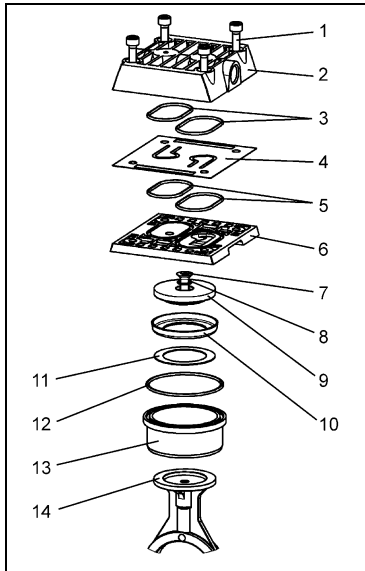

Abb. 5: NPK 25 AC / NPK 25 DC:
\*\* Nach Abb. 5
5. „Kolbeneinheit“ (bestehend aus Druckscheibe (9), Dichtlippe (10) und Senkschraube (7) mit O-Ring (8)) von oben in den Zylinder (13) schieben und auf Pleuel (14) aufsetzen.
6. Senkschraube (7) der „Kolbeneinheit“ fest anziehen (maximales Anzugsdrehmoment: 6,5 Nm).
7. Auf die Zwischenplatte (6) die beiden neuen O-Ringe (5) auflegen.
8. Zwischenplatte (6) entsprechend der Filzstiftmarkierung auf das Pumpengehäuse setzen.
9. Ventilplatte (4) auf die Zwischenplatte (6) setzen.
**i** Zur Ausrichtung der Ventilplatte siehe Fig. 5 und eine Kerbe in Zwischenplatte und Ventilplatte: Die beiden Kerben müssen übereinander liegen.
10. Auf der Unterseite des Kopfdeckels (2) die beiden neuen O-Ringe (3) einlegen.
11. Kopfdeckel (2) auf die Zwischenplatte (4) setzen.
12. Schrauben (1) einschrauben und über Kreuz erst leicht, dann gut handfest anziehen (maximales Anzugsdrehmoment: 6,5 Nm).
\*nach Abb.. 5